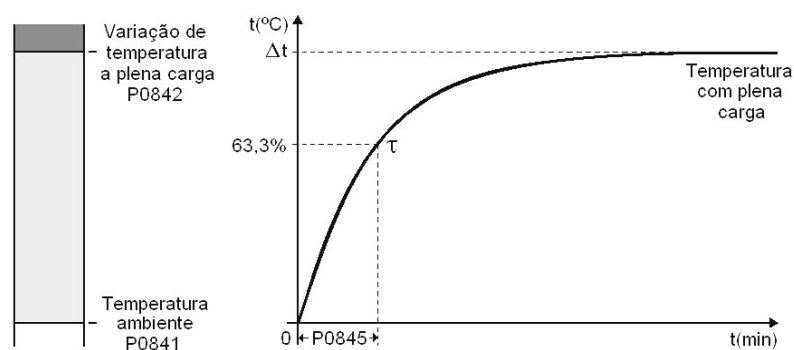

Figura 15.9: Constante de aquecimento do motor para corrente nominal
- P0845 ajusta a constante térmica de aquecimento do motor, conforme mostrado na Figura 15.9.